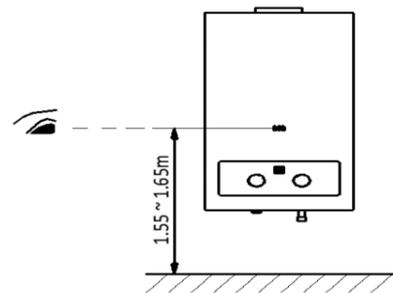
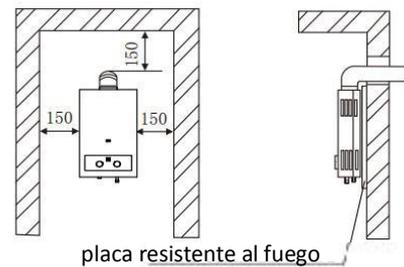

Fig. 4
Fig. 5
- La mirilla de comprobación de la llama del calentador de agua debe quedar situada al nivel de los ojos (alrededor de 1,55-1,65 metros del suelo, Fig. 4), en caso de que se produzcan accidentes por explosión (Fig. 5). No pueden colocarse ni cables ni equipos eléctricos sobre el calentador de agua. El calentador se mantendrá a 400 mm como mínimo de la electricidad.